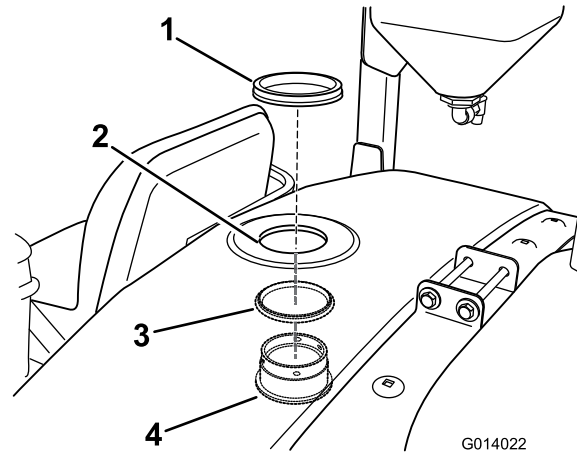

Figura 21
2. Instale el conector estanco y la junta tórica desde dentro del depósito por el taladro perforado anteriormente (Figura 21).